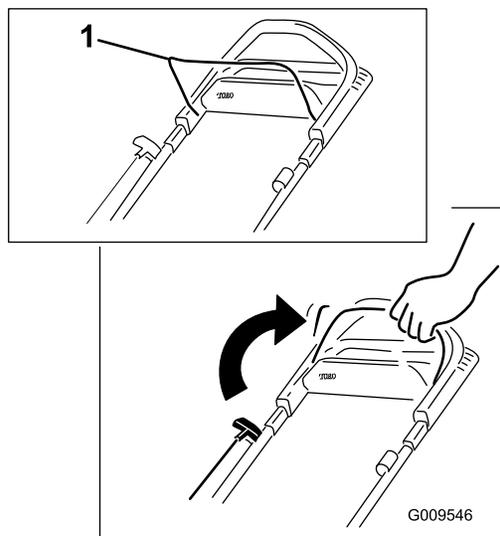

Рисунок 12
1. Удерживайте штангу управления ножом прижатой к рукоятке (Рисунок 12).